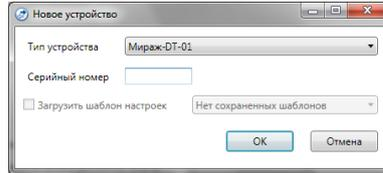

Рис. 9 Окно Новое устройство
- ✓ **Через контекстное меню.** В поле *A* нажать правой кнопкой мыши и выбрать пункт *Добавить устройство*, в результате чего откроется окно *Новое устройство* (рис. 9).